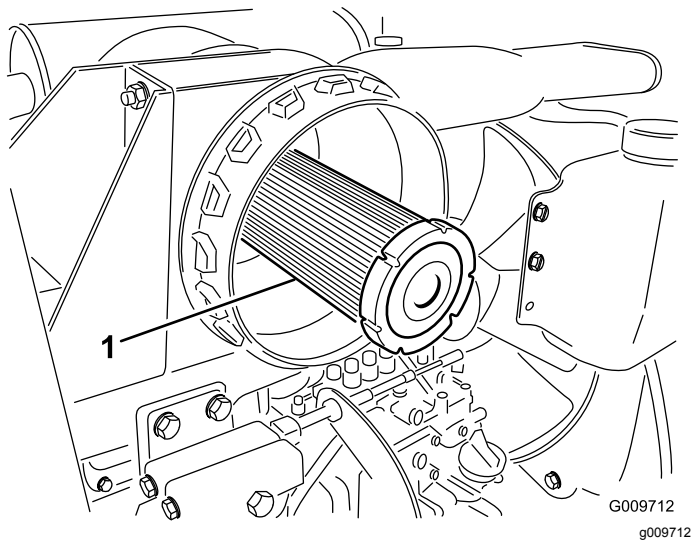

Figura 66
**Importante:** Non cercate mai di pulire il filtro di sicurezza (Figura 66). Sostituitelo ogni 3 interventi di manutenzione sul filtro primario.